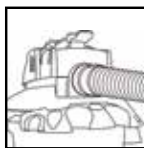

FIGURA 31
56. Esta aspiradora puede utilizarse como un soplador potente. Para utilizar la unidad como un soplador, extraiga cualquier obstrucción de la manguera. Inserte la manguera de la máquina dentro del puerto del soplador en la parte posterior de la unidad. **FIGURA 31.** Tuerza